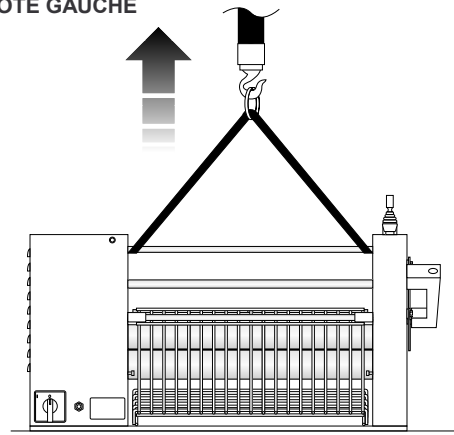

FIG.5 (Levage de la machine)
- 1- Introduire les élingues ou les cordes appropriées (conformes à la normative en vigueur) sous les tirants des épaules (**Voir FIG.5**);